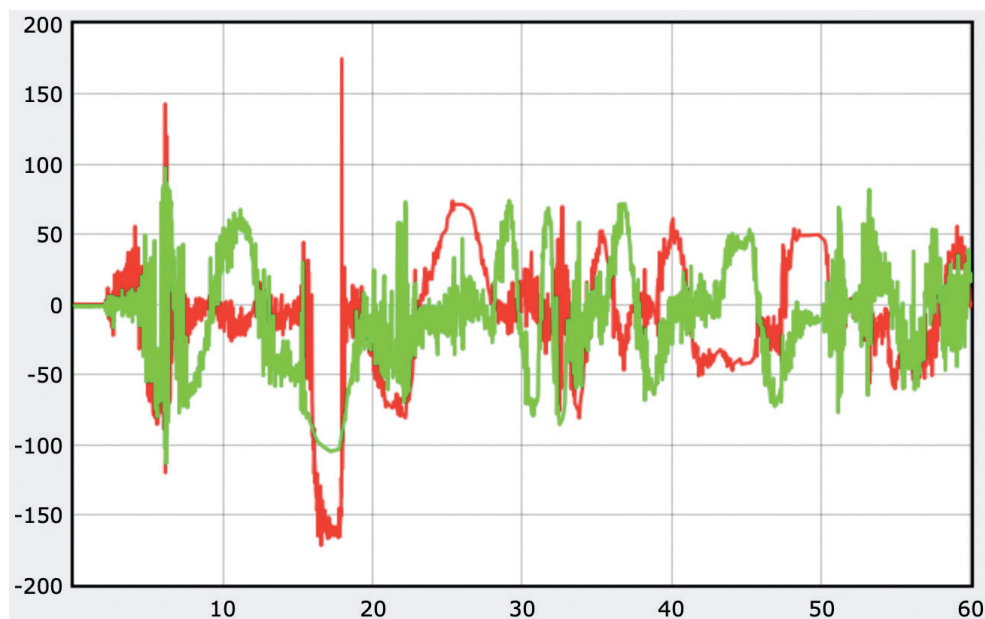

Рис. 16.9. График углов тангажа и крена на основе данных акселерометра
10. Загрузите файлы `robot_imu.py` и `plot_pitch_and_roll.py`. Запустите их с помощью команды `python plot_accel_pitch_and_roll.py` и подключитесь через браузер к порту 9020. Вы увидите результат, показанный на рис. 16.9.
На рис. 16.9 показан скриншот графика. Красная кривая показывает угол тангажа вокруг оси  $y$ , а зеленая – угол крена вокруг оси  $x$ . Мы явно видим колебания от  $+90^\circ$  до  $-90^\circ$ , но, поскольку график сильно зашумлен, на нем не видны результаты движений, которые занимают меньше секунды.